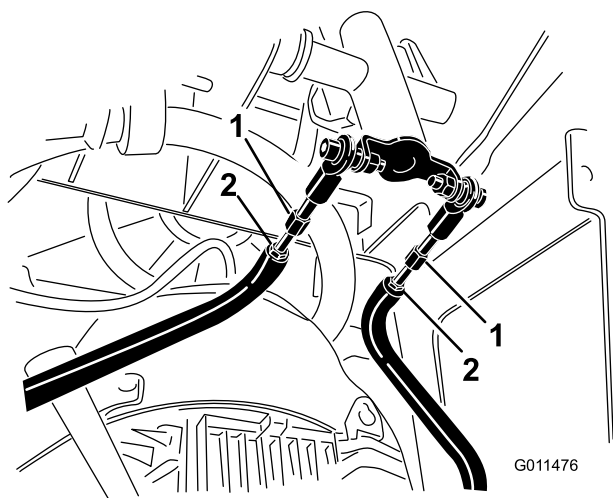

Figura 51
- D. Afloje las contratuercas de las varillas de tracción, debajo del panel de control (Figura 51).